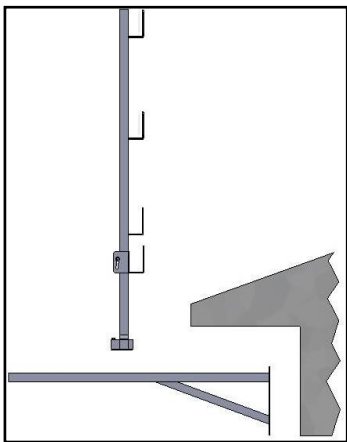

fig.4
Montaggio (fig. 4 – 5 – 6 – 7 - 8)
- Eseguire 4 fori sulla facciata dell'edificio con gli stessi interassi dei fori presenti sulla piastra e fissare la mensola del parapetto con i tasselli più idonei (fig. 4+5 a pag. 9);